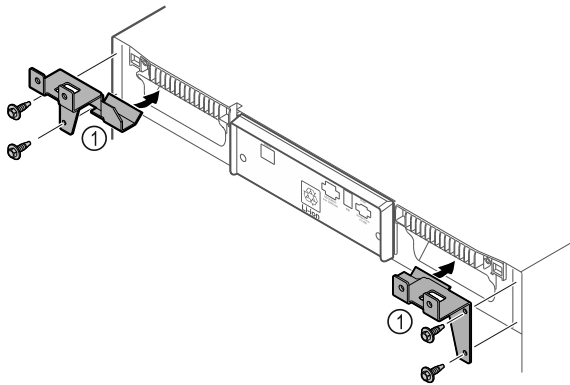

Fig. 67
- Monter les pièces de retenue Fig. 67 (1) sur l'appareil à l'aide de vis autotaraudeuses.